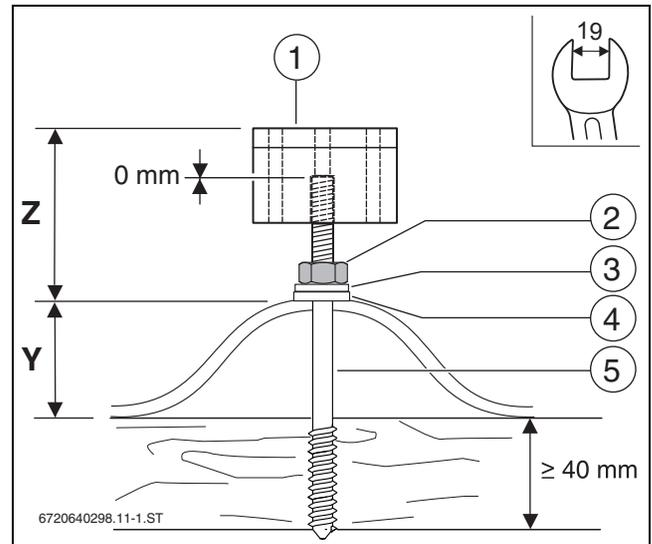

Fig. 37 Tornillo de doble rosca montado con caballete de soporte
- ▶ Enroscar el tornillo premontado con la llave de boca 19 mm hasta que se alcance la medida Z (\rightarrow tab. 13) (\rightarrow fig. 37).